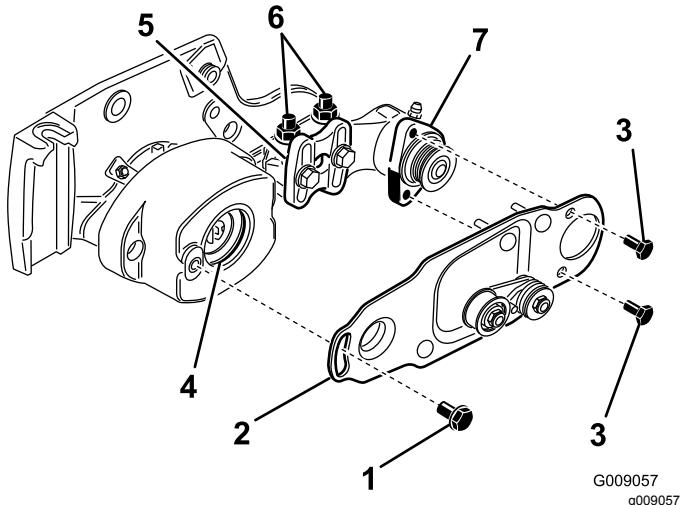

Figure 11
10. Appliquez une couche de graisse dans le diamètre intérieur de la bague du logement de roulement (Figure 11).
11. Desserrez, mais ne retirez pas, les boulons qui fixent le logement de roulement de la brosse de rouleau au support de montage de la brosse de rouleau (Figure 11).
12. Montez la plaque de pivotement de la brosse de rouleau (Figure 11).
13. Appliquez du Loctite 243 (bleu) sur les 8 boulons (5/16" x 5/8") et utilisez ceux-ci pour fixer la plaque de brosse au logement de roulement de la brosse de rouleau (Figure 11).
plaquette latérale de l'unité de coupe (Figure 11).
- Tournez le logement de roulement de la brosse de rouleau jusqu'à ce que la plaque de la brosse soit parallèle à la plaque latérale de l'unité de coupe (Figure 11).
- Serrez les 2 contre-écrous à embase qui fixent le support de la brosse de rouleau à la plaque latérale de l'unité de coupe (Figure 11).
18. Appliquez du Loctite 243 (bleu) sur le boulon à épaulement (Figure 11). Fixez la plaque de brosse au carter de brosse avec le boulon à épaulement (Figure 11).